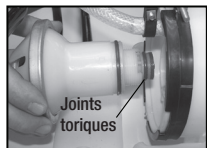

Figure 6a
- 8) Appliquez du pétrolatum aux 2 joints toriques de la pompe à membrane (Fig. 6a). Enfilez l'assemblage de la pompe à membrane dans la base de la chambre sous pression en vous assurant que le joint torique repose à l'intérieur de la base de la chambre sous pression (Fig. 6b-6c). Alignez la marque d'alignement de la pompe à membrane avec la marque d'alignement de la base du cylindre de pression (Fig. 6d).